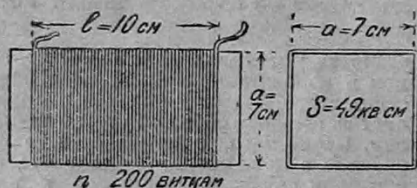

Рис. 4. К расчету самоиндукции квадратной катушки.
2) Дана катушка квадратного сечения (см. рис. 4). Число витков — $n = 200$. Длина намотки, занятая ими, $l = 10$ см., сторона катушки $a = 7$ см.